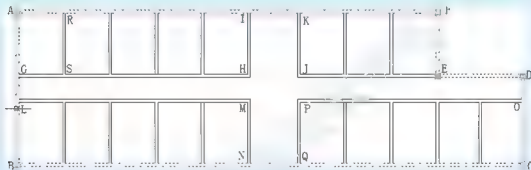

图 2.45 多线的整体关系
- 理解多线的整体关系:在无命令的情况下,在AB线上单击,结果如图2.45所示。可以看出,AB、BC、CD、DE、EF、FA这6段墙是整体关系。图2.45中显示出的蓝色方块是冷夹点,冷夹点在图形的特征点处显示,按Esc键可取消冷夹点显示。